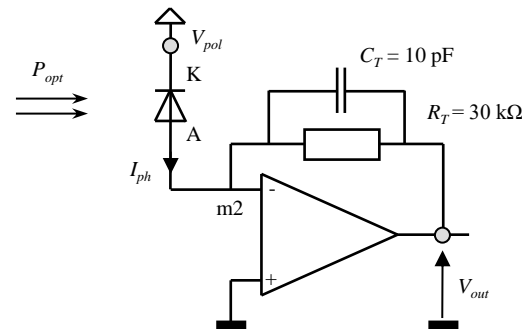

Figure 3. Montage de transconductance
Afin de mesurer le courant dans la photodiode, plusieurs circuits électroniques sont envisageables pour réaliser une conversion courant/tension. On considère dans ce TP le montage de la figure 3, montage dit de transconductance, associant la photodiode, polarisée en inverse sous une tension notée V_{pol} réglable par deux petits potentiomètres (réglages grossier et fin), à un amplificateur opérationnel.
On remplace le récepteur étalon par la photodiode à étudier, en prenant soin de la placer de telle sorte que la tache image de la source soit intégralement comprise sur sa partie réceptrice. On relie la photodiode à la partie "réception" de la maquette par un câble coaxial de 50 cm, et on configure la maquette afin d'utiliser le montage transconductance (cf. Fig. 3) ; le point K (la cathode) est relié à V_{pol} mais on doit relier par un petit fil A (l'anode) au point m_2 (entrée inverseuse de l'amplificateur opérationnel). La tension V_{pol} est réglable à l'aide du potentiomètre P_1 .
2. Avec un signal sinusoïdal à l'entrée V_{in} observer le signal V_{out} en sortie du montage de détection (celui de la Fig. 3). Comparer cette tension à celle réalisant la modulation. Interpréter les différences observées ?
5. Comment pourrait-on affiner le modèle du montage détecteur de la Fig 3 si l'on veut pouvoir expliquer la forme des diagrammes de Bode observés à la question précédente ?